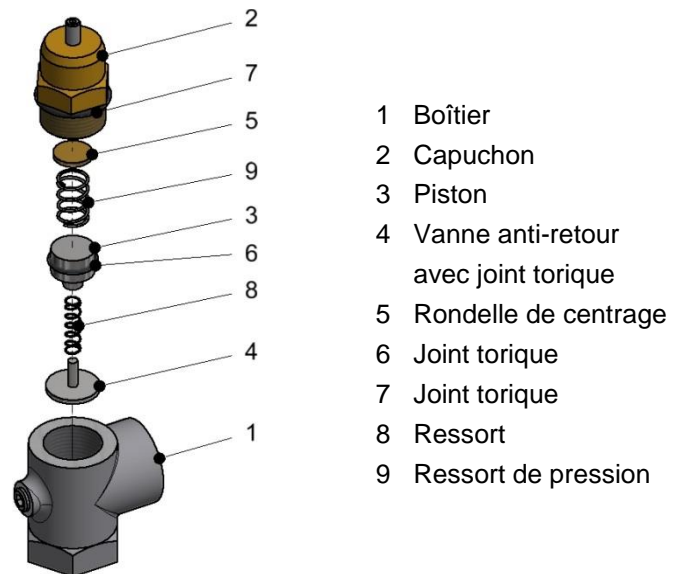

Fig. 53 : Installation de la vanne de pression minimale
1. Purger le compresseur (à l'aide de la vanne de sécurité, pos. 145). Évacuer entièrement la surpression (voir chapitre 8.5) et verrouiller électriquement contre réallumage.
2. Pour la maintenance de la vanne de pression minimale, retirer le capuchon en laiton (Fig. 53, pos. 2) sur la vanne de pression minimale.
- Assembler la vanne de pression minimale conformément à l'installation Fig. 53.